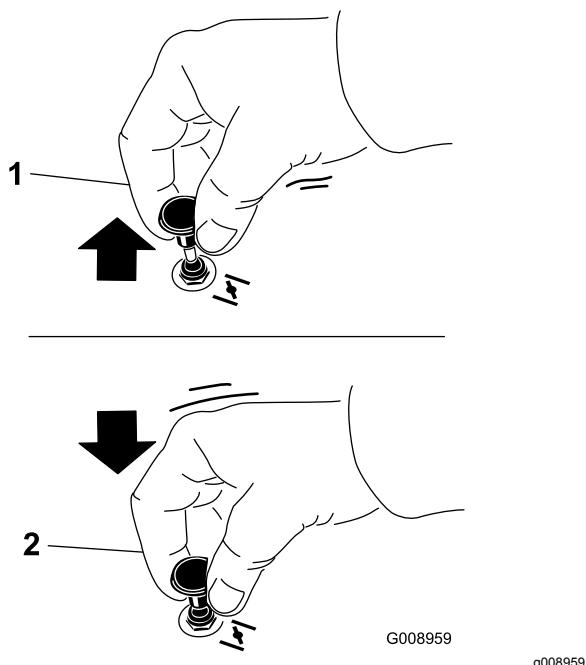

Figura 13
2. Tire hacia arriba del mando para activar el estárter antes de girar la llave del contacto (Figura 13).
3. Presione hacia abajo el control del estárter para desactivar el estárter después de que el motor arranque (Figura 13).